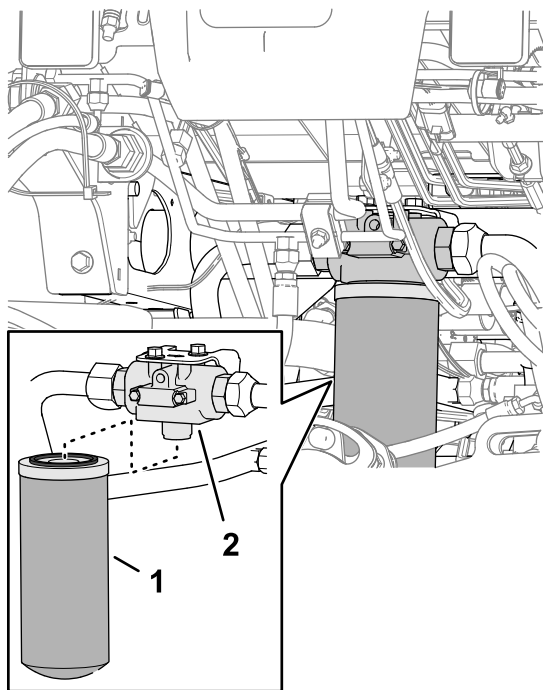

Figura 149
2. În partea din față a mâinii, așezați o tavă de golire sub filtrul de retur (Figura 149).